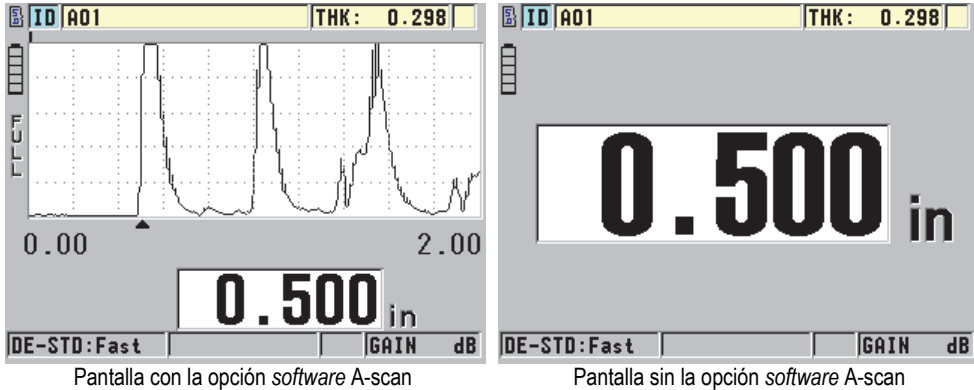

Figura 5-12 Lectura del espesor medido
3. Verifique el valor de espesor del área medida en la pieza bajo ensayo. Véase la Figura 5-12 en la página 77.